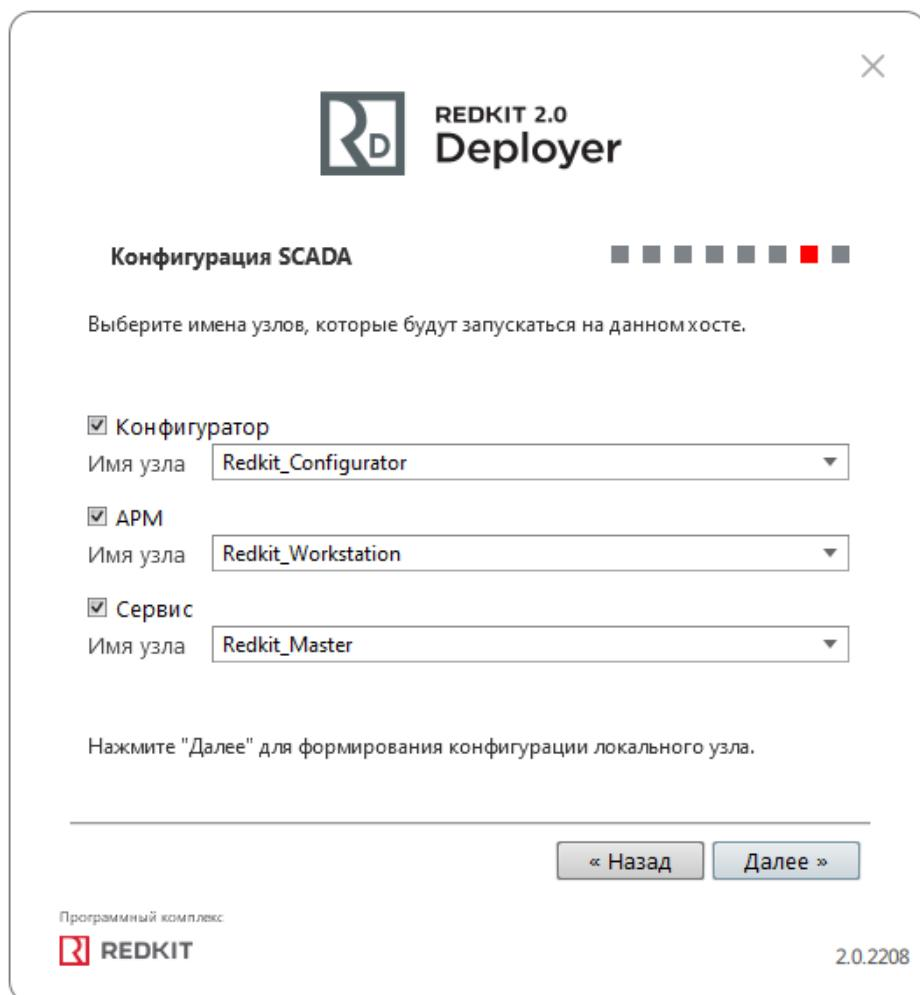

Рисунок 49 - Узлы
16. Оставьте имена узлов по умолчанию и нажмите **Далее** (Рисунок 49).